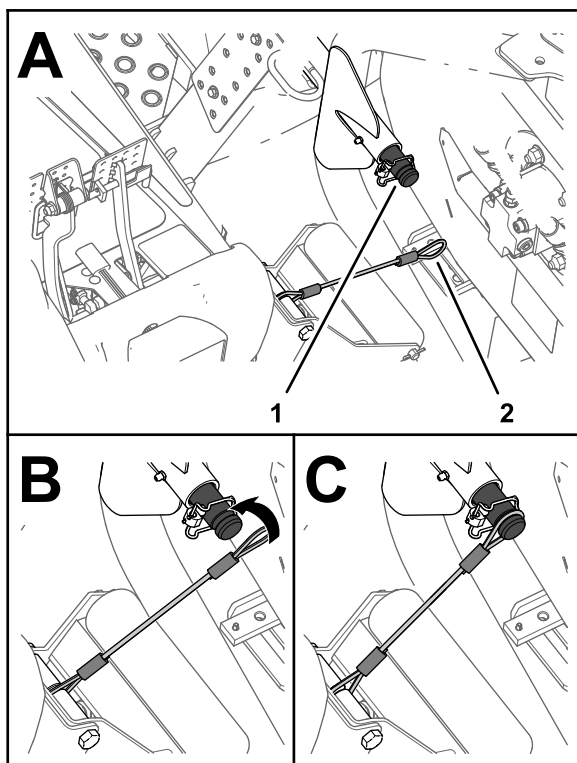

Figura 66
5. Alinee el amarre al eje de tiro del brazo de elevación de la unidad de corte exterior delantera (Figura 66).
6. Deslice el bucle del amarre sobre el eje de tiro hasta que el amarre quede totalmente asentado en la ranura del eje (Figura 66).